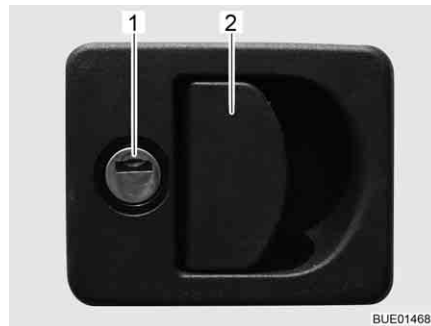

Fig. 47 Serrure du portillon avec poignée
- Insérer la clé dans le barillet (Fig. 47,1) et la tourner d'un quart de tour. La serrure du portillon est déverrouillée.
- Tirer sur la poignée de la serrure (Fig. 47,2). Le portillon extérieur est ouvert.